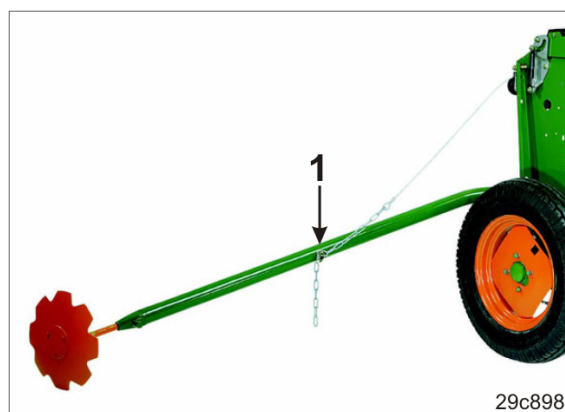

Fig. 167
5. Sikre kjettingen med en låsesplint (Fig. 167/1).